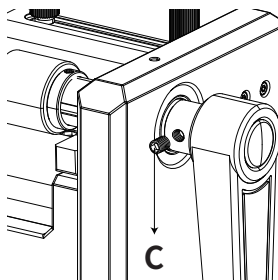

図3
3. 図3に示すように、ネジをねじ込み、ハンドルを締め付けます。